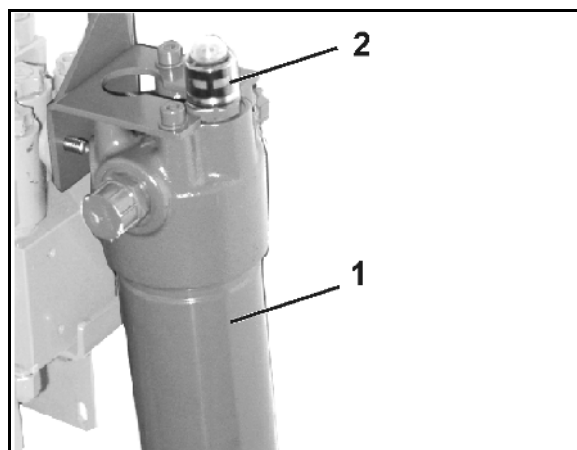

Fig. 97
1. Løsne den koniske smørenippelen (Fig. 97/1) i koblingsnavet (Fig. 97/2) på kraftoverføringsakselen – gjennom åpningen på undersiden av vernetrakten.
2. Fjern brytebolten (Fig. 97/4) mellom kraftoverføringsakselens gaffelflens (Fig. 97/3) og flensen til girets inngangsaksel.